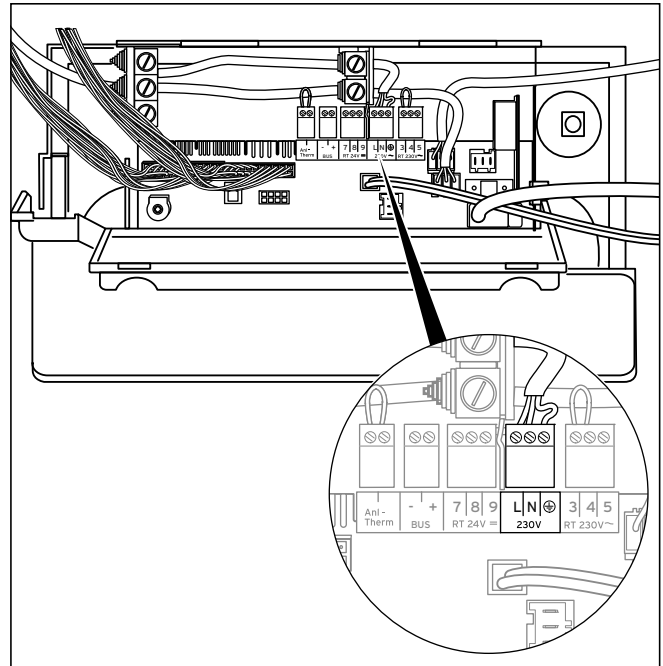

Рис. 5.11 Подключение сетевого кабеля
- Проложите сетевой кабель к соединениям в распределительной коробке, как показано на рис. 5.11.